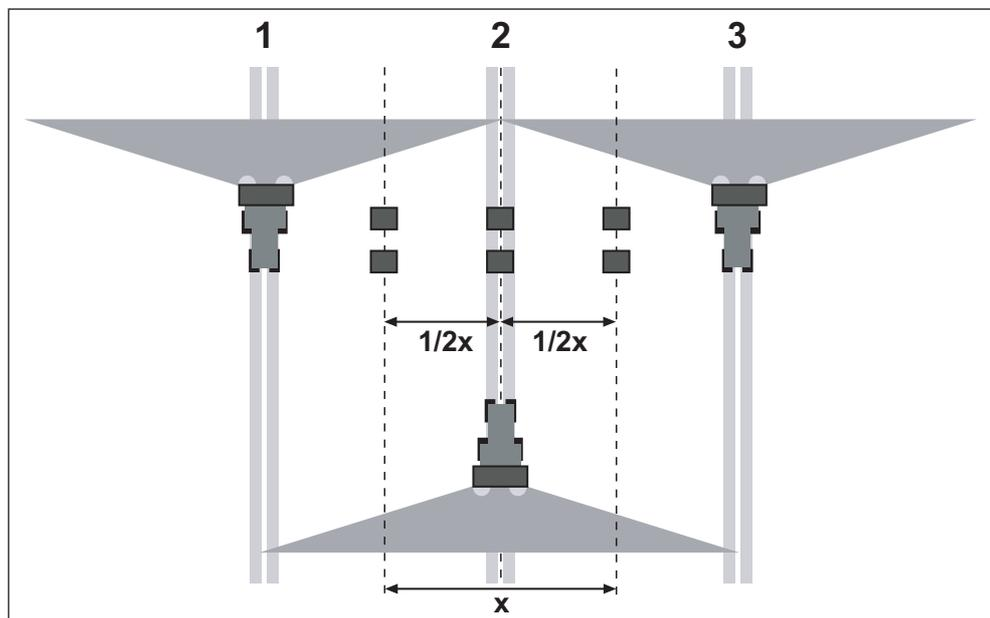

Bild 8.29: Aufstellung für drei Überfahrten
- Je zwei Auffangschalen im Abstand von **1 m** hintereinander in den Überlappungszonen und in der mittleren Fahrspur aufstellen (entsprechend Bild 8.29).